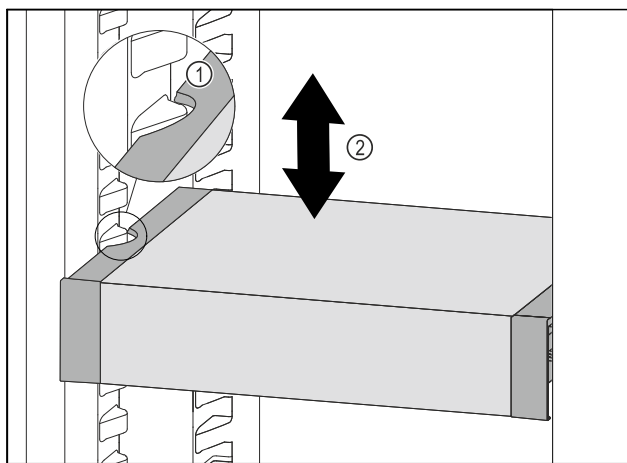

Fig. 116
- Táhněte VarioSafe dopředu, dokud nebudou boční vybrání VarioSafe na úrovni žebrování na nádobý v chladničce. Fig. 116 (1)
- Posouvejte VarioSafe v chladničce nahoru nebo dolů, dokud nedosáhnete požadované výšky. Fig. 116 (2)